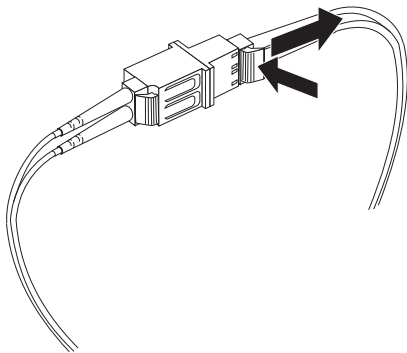

図 3-21. LC-SC ファイバー・チャネル・ケーブル・アダプターからの LC-LC ファイバー・チャネル・ケーブルの取り外し
2. コネクターを慎重に引っ張って取り外します。3-16 ページの図 3-21 に示されているように、LC-SC ケーブル・アダプターから LC-LC ケーブルを取り外すときには、ケーブルではなくコネクターをつかむようにしてください。